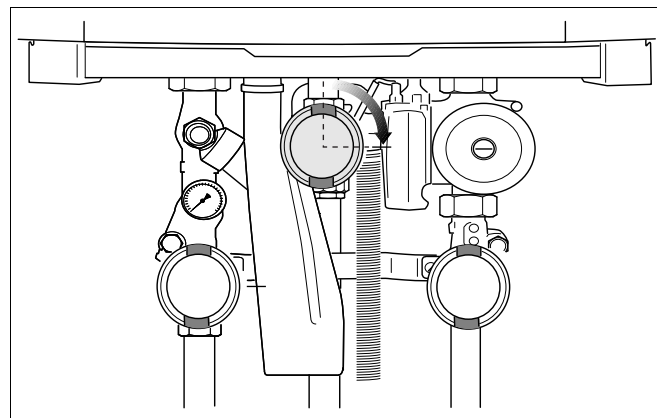

Рис. 74 Закрывание крана подачи газа
- Закрыть кран подачи газа (рис. 74).
- Когда воздух перестанет выходить, закрыть кран подачи газа (рис. 74).